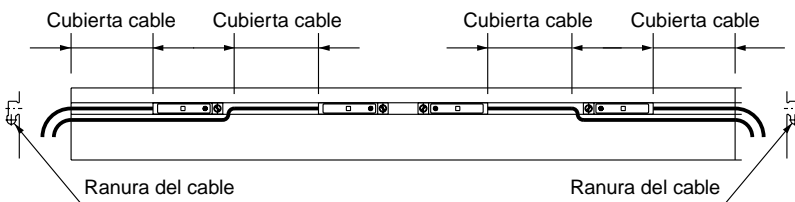

Figura 1. Posición de montaje del detector magnético
Cuando se utilicen múltiples detectores magnéticos, asegúrese de utilizar la ranura del cable y retirar los cables del lateral del cilindro. (Las líneas en negrita de la Figura 1 muestran los cables).
2. Corte la cubierta del cable a la longitud deseada mediante un alicate o un alicate cortatubos. (Véase la Figura 1).